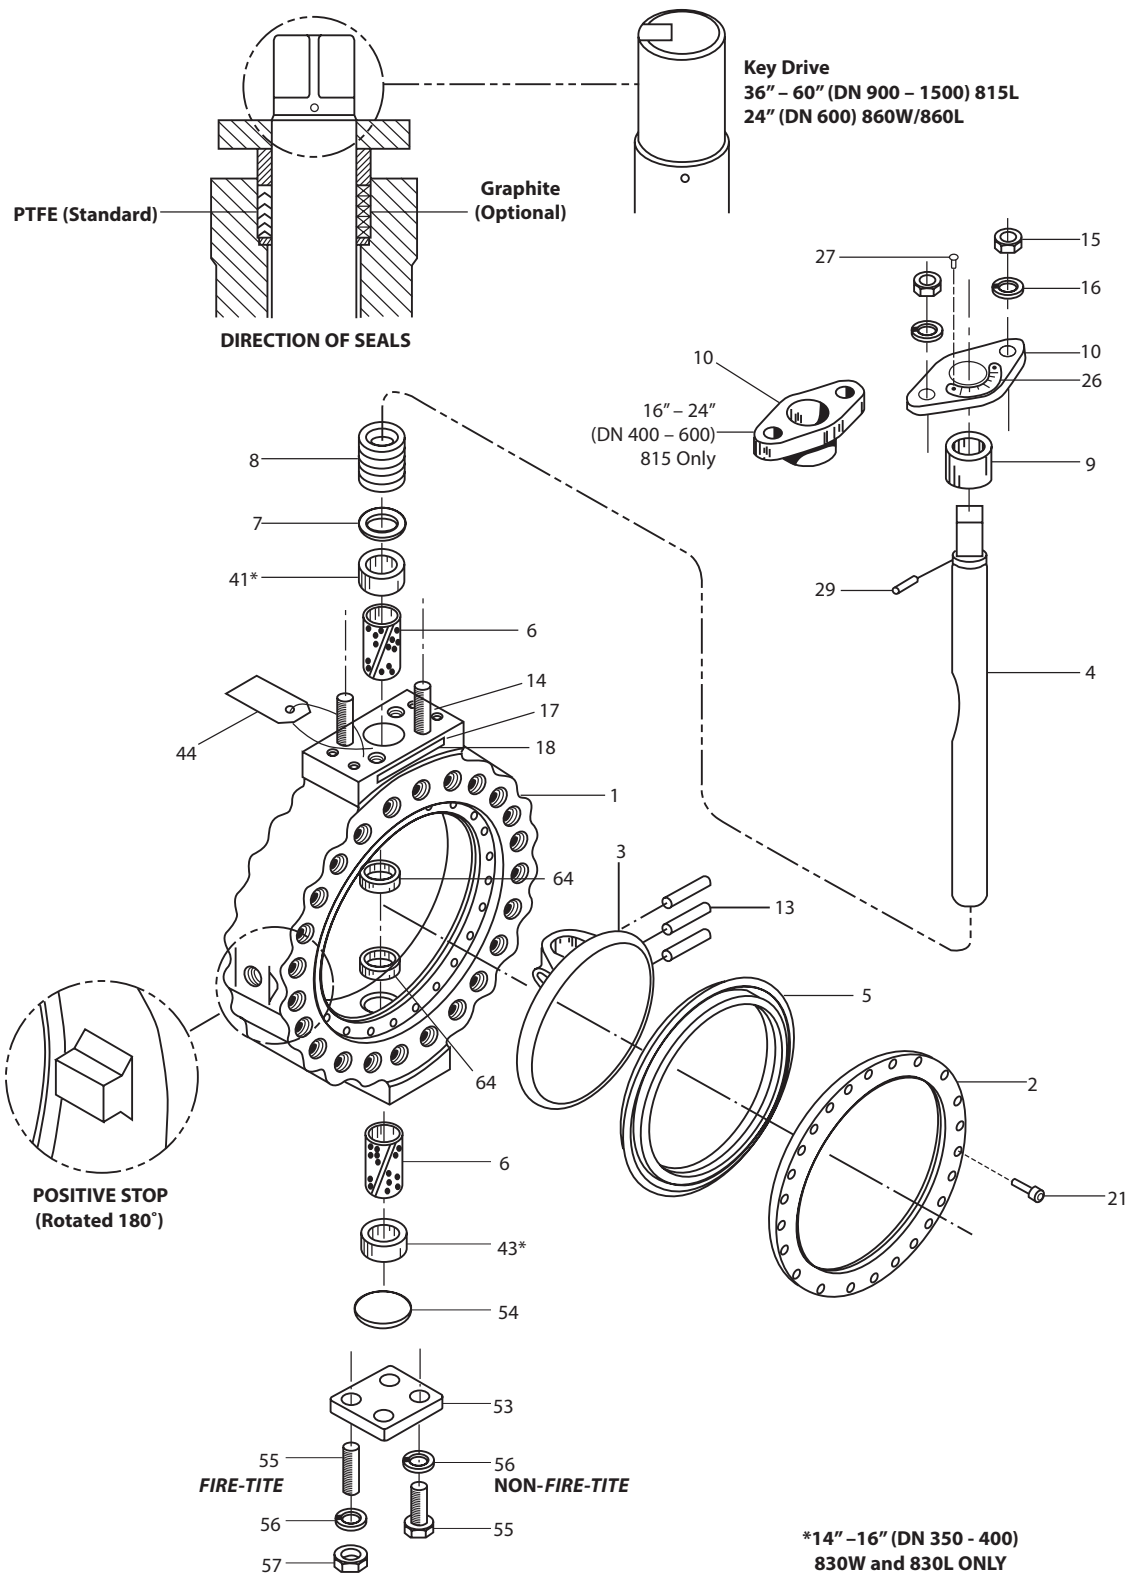

Figure 12.
Les numéros entre parenthèses renvoient aux pièces indiquées à la Figure 12.
- La référence et le nom des pièces détachées agrandies sur la **Figure 12**, et la quantité requise